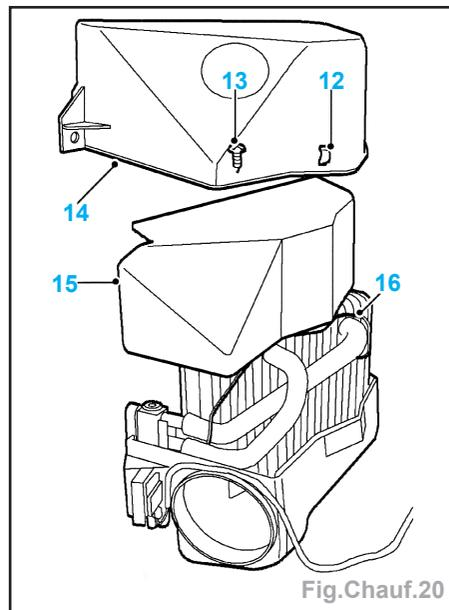

Fig.Chauf.20
- les 5 attaches (12) du carter de l'évaporateur (Fig.Chauf.20),
- les 3 vis (13) du carter de l'évaporateur,
- le demi-carter supérieur (14) de l'évaporateur,
- l'isolement (15) du faisceau tubulaire de l'évaporateur.